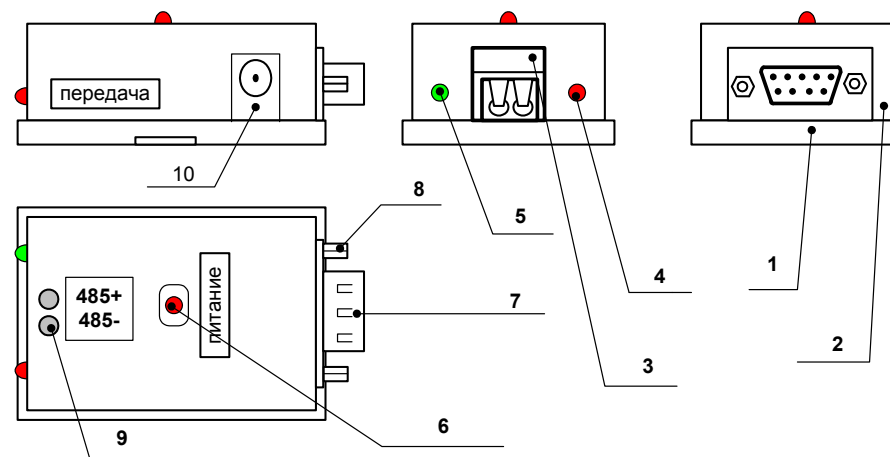

Рисунок 1. Внешний вид преобразователя.
3.2. Внешний вид преобразователя представлен на рис. 1.